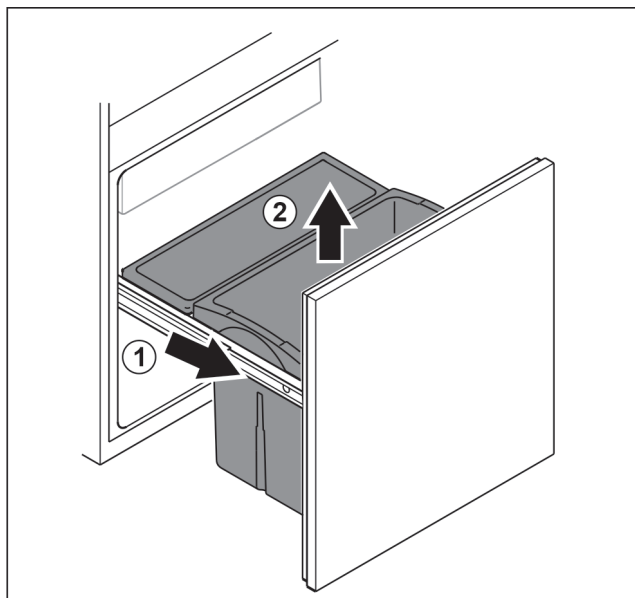

Fig. 32
- Vysouvací vozík úplně vytáhněte Fig. 32 (1).
- Zásuvku odeberte směrem nahoru Fig. 32 (2).